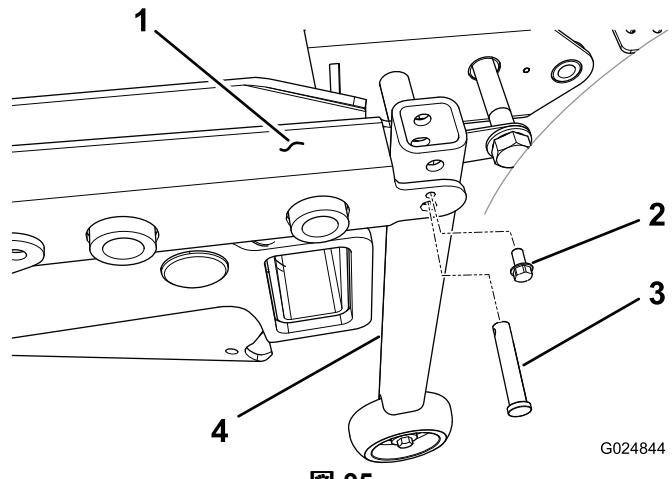

図 95
6. シリアル番号が 312999999 よりも若いトラクションユニットでは、デッキフレームの後コーナーそれぞれに垂直チューブサポートアセンブリを取り付けるクレビスピンとタッピングねじ $1/4$ インチを使用する 図 95。